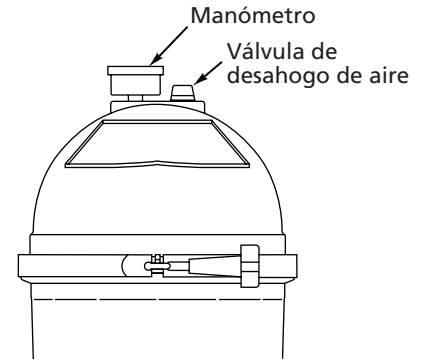

Figura 3
- Coloque el manómetro y la válvula de desahogo de aire según se ilustra en la Figura 3. Aplique cinta de teflón, Plasto-Joint Stik o Silastric RTV #732 a las roscas del manómetro.